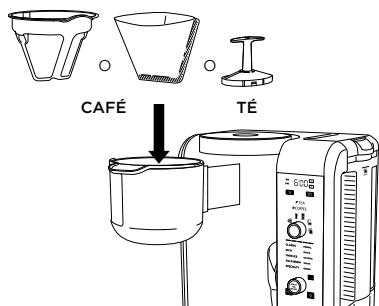

Fig. 11
- 2 Coloque el filtro permanente o un filtro cónico de papel n.º 4 en el portafiltro de CAFÉ. Si usa un filtro de papel, primero asegúrese de haber sacado el filtro permanente del portafiltro. Luego, coloque el filtro de papel sobre la superficie, ábralo bien, presiónelo con firmeza en el portafiltro y asegúrese de que esté calzado firmemente (**Fig. 11**).
- 2 Coloque el filtro de té permanente en el portafiltro de TÉ (**Fig. 11**). Cuando utilice saquitos de té, puede quitar el filtro permanente de té si se necesita más espacio en la gaveta del portafiltro.